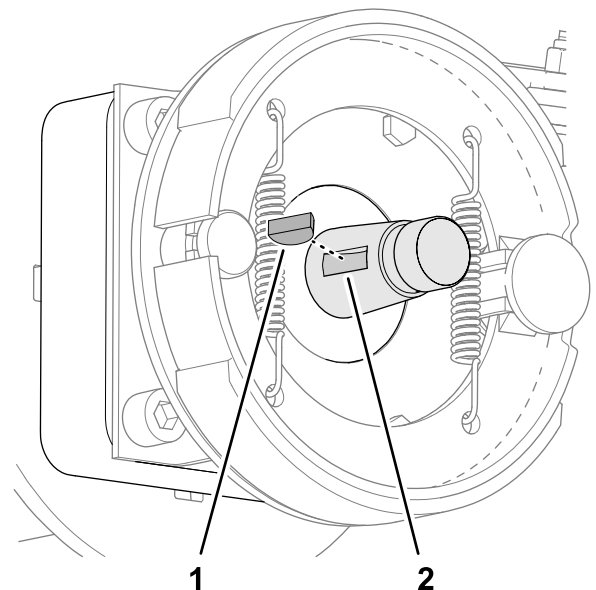

Figura 72
2. Insira a chaveta semirredonda na ranhura do veio do motor do motor das rodas (Figura 72).